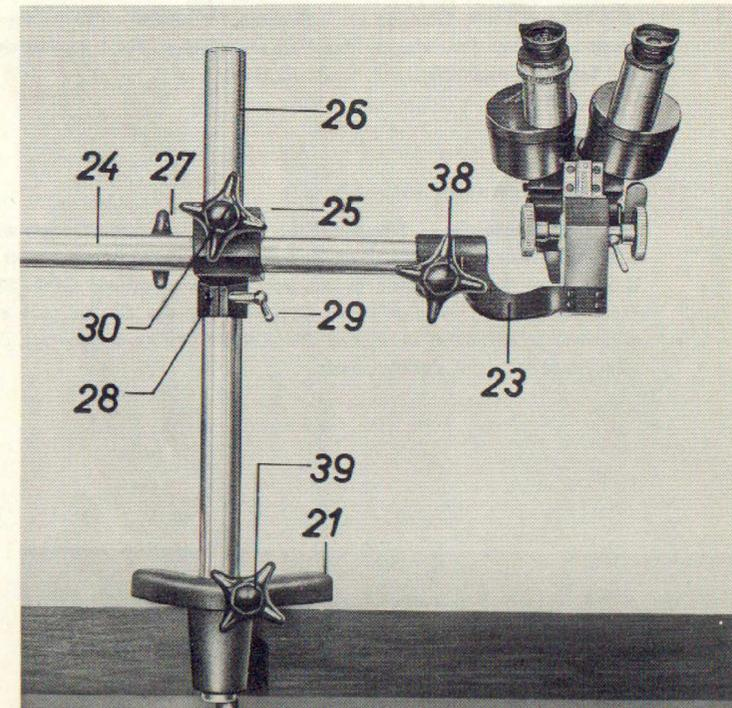

Abb. 7
Das „Mak JL“ wird mit Grundplatte (20) oder mit Tischklemme (21), siehe Abb. 7, geliefert.
Waagrechten Arm (24) mit Kreuzkopf (25) auf die senkrechte Stativsäule (26) aufschieben und in geeigneter Höhe mit Klemmschraube (27) fixieren. Waagrechten Arm nach Lösen der Klemmschraube (30) in gewünschte Stellung verschieben. Zur automatischen Repetierung einer bestimmten Höhenlage des Kreuzkopfes Anschlagring (28) mit Klemmhebel (29) verwenden. Beim „Mak JL“ mit Tischklemme (21) kann nach Lösen der Klemmschraube (39) die Höhenlage der senkrechten Stativsäule (26) verstellt werden (siehe Abb. 7).